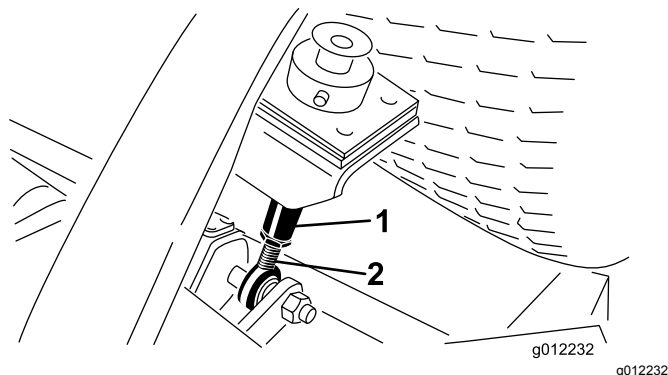

図 11
8. 刈高ロッドの下部についているジャムナットをゆるめる(図 11)。